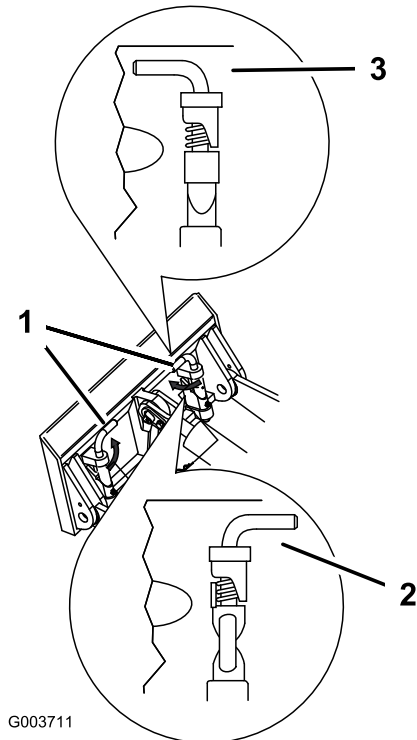

Figura 15
7. Acople los pasadores de enganche rápido, asegurándose de que están correctamente introducidos hasta el fondo en la placa de montaje (Figura 15).